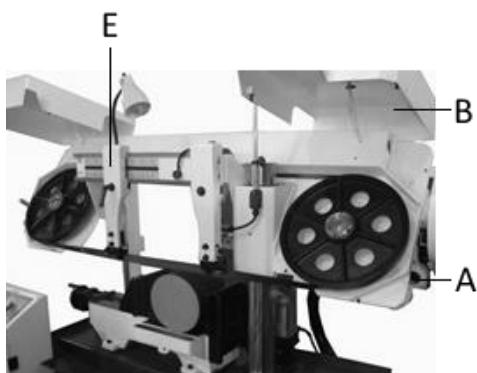

Рис.15
Сдвиньте левую направляющую (E, рис.15) вправо. Ослабьте винты фиксации крышки (A) и поднимите крышки (B). Снимите защиту полотна (красного цвета), удалите стружку и грязь.